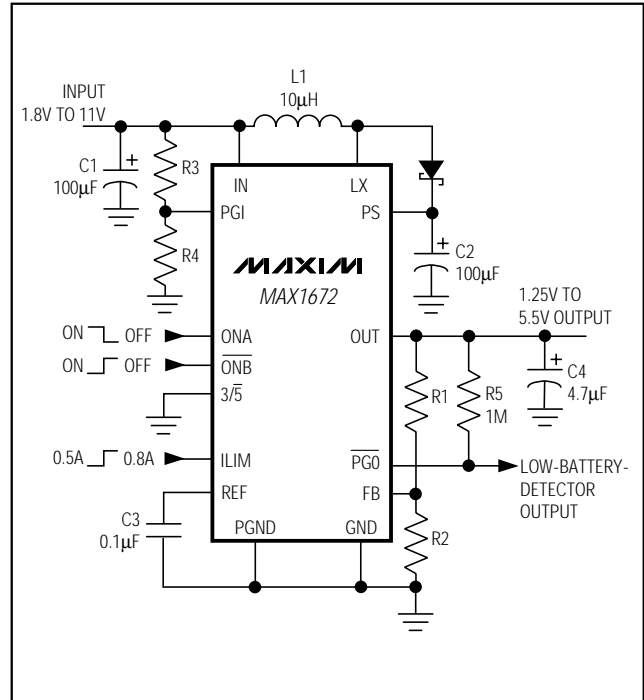

図2. 可変出力電圧構成
あるいはOUTとFB間に電圧分圧する2つの抵抗R1、R2(図2)を接続することによって出力電圧を1.25Vから5.5Vの間で調整します。次式を利用して抵抗値を求めてください。
MAX1672は、ローバッテリー検出用のコンパレータを備えています。PGIにおける電圧が V_{REF} (通常1.25V)以下に低下すると、オープンドレインコンパレータ出力(\overline{PGO})がハイになります。ヒステリシスは30mV(typ)です。ローバッテリーディテクタのスレッシュホールドは、次式で得られる2つの抵抗値R3及びR4(図2)を使用して設定してください。
- ICのGNDピンとC1及びC2(図2)のグラウンドリードの間の距離を5mm以内にしてください。